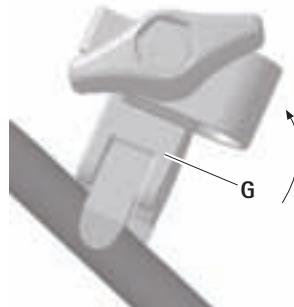

Рис. 9
- Снять фиксационную скобу G с рамы, нажав сбоку, см. Рис. 9.